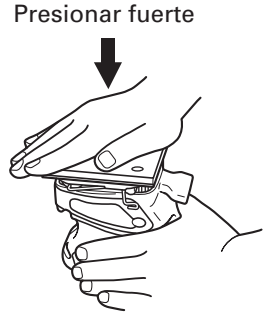

Fig. 4
- (3) Para fijar bien el papel de lija adhesivo, presiónelo con fuerza con la palma de la mano. (Fig. 4)